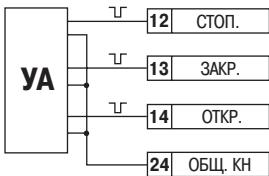

Рис. 2
- контакты внешних кнопок управления (рис. 2, а);
- устройства автоматики, имеющие на выходе транзисторные *n-p-n*-ключи с открытым коллекторным выходом (рис. 2, б);
– устройства автоматики, формирующие сигналы управления низкого (активного) уровня, не превышающего +0,8 В, и высокого уровня в диапазоне +2,4 ... +30 В (рис. 2, в).